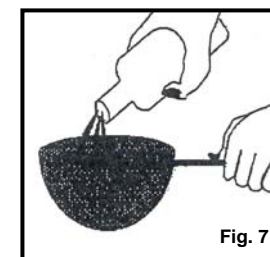

Fig. 7
- Lavez et séchez le récipient d'huile et le panier. Remplissez le récipient d'huile en vidant l'huile à travers un tamis ou un filtre de papier. (Fig. 7)